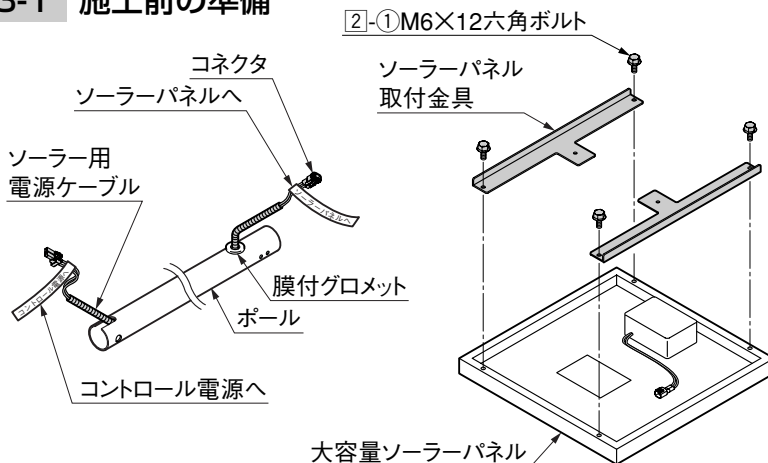

図3-1
- 1 ソーラー用電源ケーブルをポールに通し、コネクタをポールの上に持ち出してください。(図3-1参照)